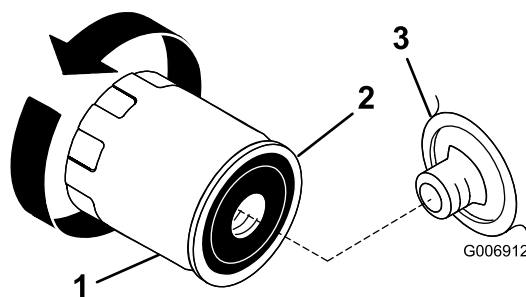

Bild 21
2. Entfernen Sie den alten Ölfilter und wischen Sie die Oberfläche der Filterzwischenstückdichtung (Bild 21) ab.
3. Schmieren Sie die Gummidichtung am neuen Ölfilter (Bild 21) mit etwas Frischöl ein.
5. Drehen Sie den Ölfilter nach rechts, bis die Gummidichtung das Filterzwischenstück berührt. Ziehen Sie es dann um eine weitere 1/2 bis 3/4 Umdrehung fester (Bild 21).